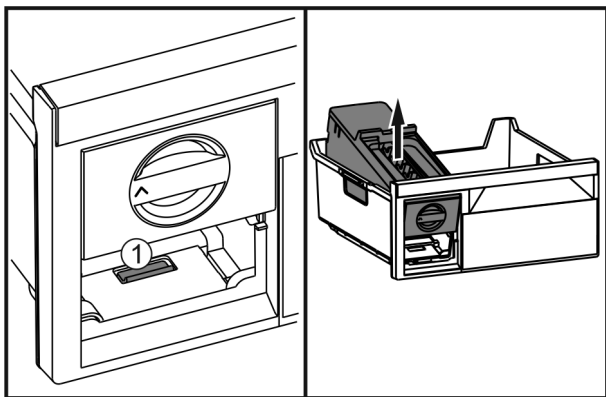

Fig. 34
- ▶ Натиснете езичето Fig. 34 (1), повдигнете EasyTwist-Ice отзад и извадете от чекмеджето на фризера.